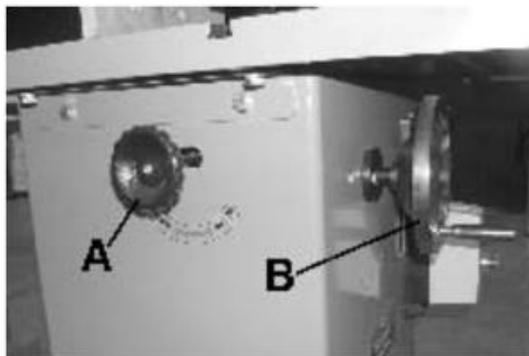

Рис. 19 Настройка высоты резца
- 1) Открутите стопорную рукоятку шпинделя (А) (Рис. 19) против часовой стрелки. Выровняйте заготовку по плоской стороне резца.
- 1) Откройте дверцу с задней стороны шкафа, открутите стопорную рукоятку (А) (Рис. 19), а затем переместите двигатель вправо с помощью